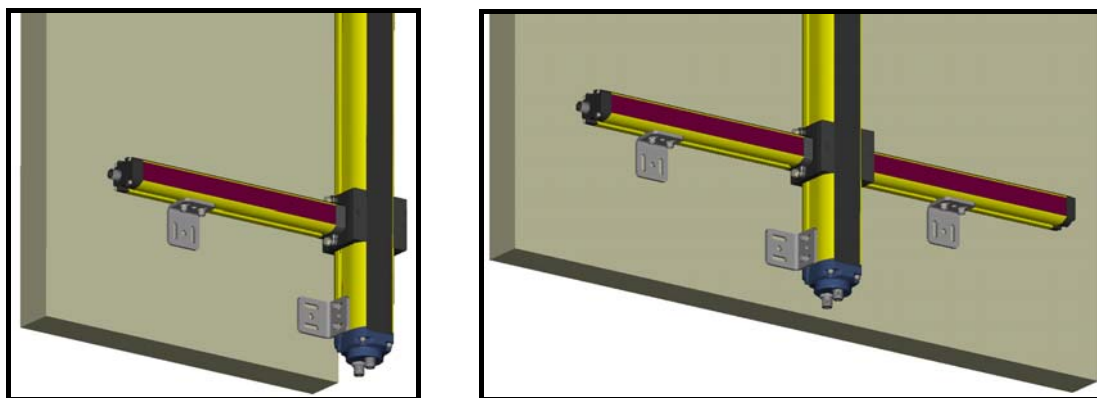

Figure 27
- Pour des applications complexes, en raison de la présence de fortes vibrations, les bras doivent être fixés avec des équerres de fixation spéciales (Figure 27).
En présence de fortes vibrations, les équerres de fixation (voir paragraphe 4.1) pour le montage des bras de Muting sont obligatoires (Figure 27), alors qu'elles sont normalement facultatives (en option) dans des conditions de travail standard.